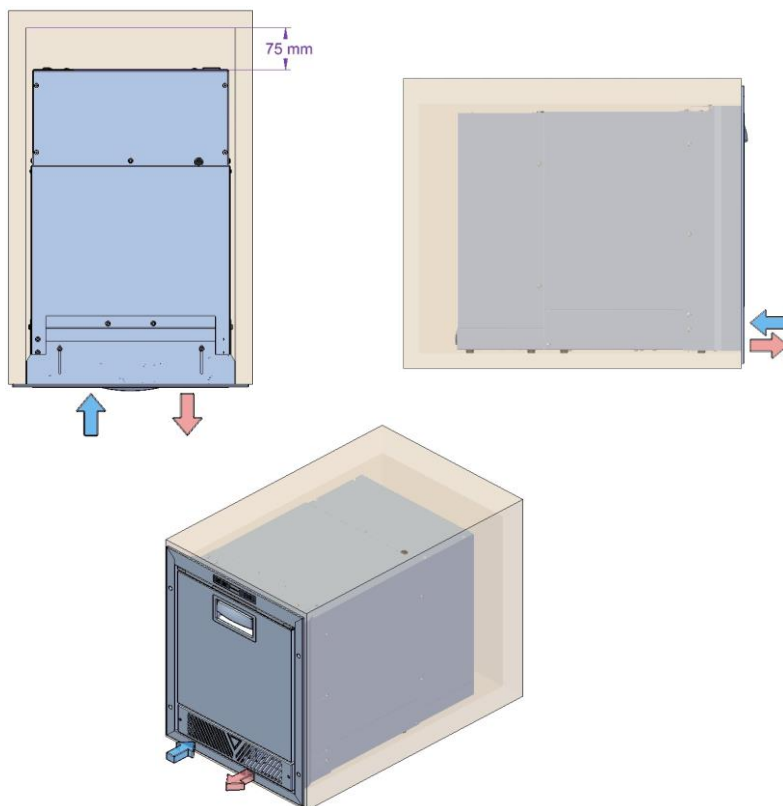

Figure 1c – Direction de la ventilation entrée / sortie de l'air
- La partie avant du panneau frontal doit rester totalement libre car elle présente l'arrivée et la sortie de l'air (fig. 1c).
La distance minimum entre les différentes parties de l'appareil et la structure d'encaissement ne doit pas être inférieure à 75 mm. (fig. 1c)